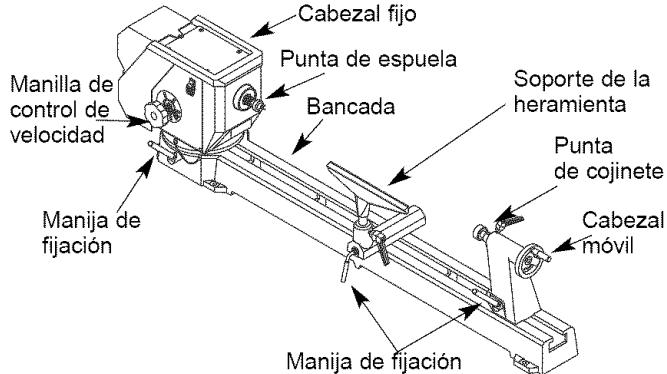

Figura 6 - Conjunto montado
- Cuando el torno para madera esté listo para usar, deberá aparecer según se muestra en la Figura 6.